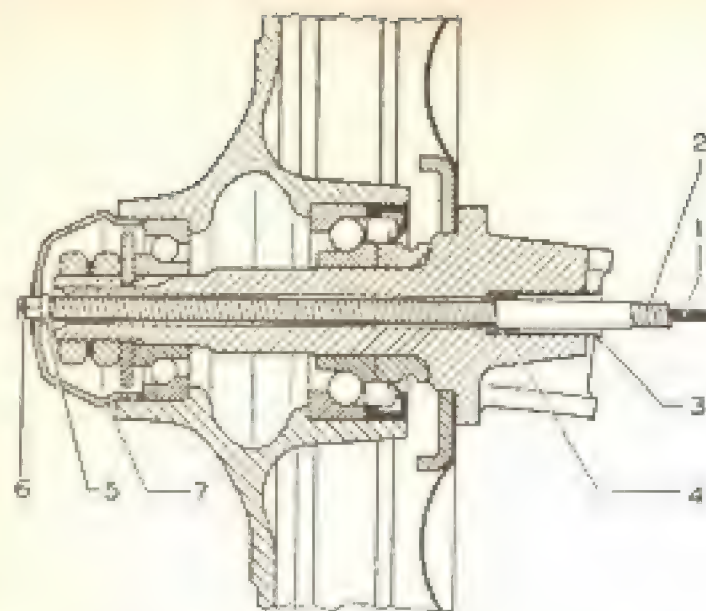

Fig. 6-P — Corte do tambor da roda dianteira, mostrando detalhes do cabo do velocímetro (todos os modelos).
**Modo de mudar o cabo flexível.** — Desliga-se o conduíte em sua ligação com o velocímetro. (Referências a legenda da fig. 6-P na pág. seguinte).